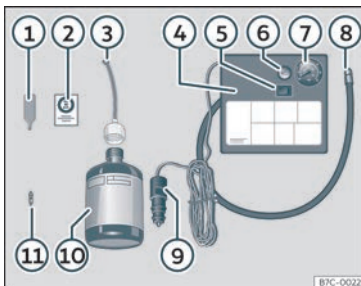

Fig. 38 Representació estàndard: contingut del joc antipunxades.
>>> **fig. 38:**
- Desenrosqueu el caputxó i l'obús de la vàlvula del pneumàtic. Utilitzeu l'aparell >>> **fig. 38** ① per extreure l'obús. Poseu-lo en una superfície neta.
- Sacsegeu amb força l'ampolla de segellador de pneumàtics >>> **fig. 38** ⑩.
- Enrosqueu el tub d'inflament >>> **fig. 38** ③ a l'ampolla de segellador. El precinte de l'ampolla es trencarà automàticament.
- Traieu el tap del tub d'ompliment >>> **fig. 38** ③ i caragoleu l'extrem obert del tub a la vàlvula del pneumàtic.
- Torneu a posar l'obús amb l'aparell >>> **fig. 38** ① a la vàlvula del pneumàtic.
- Enrosqueu el tub d'inflament del pneumàtic del compressor >>> **fig. 38** ⑧ a la vàlvula del pneumàtic.
- Comproveu que el caragol d'evacuació d'aire està tancat >>> **fig. 38** ⑥.
- Fixeu el connector >>> **fig. 38** ⑨ a la presa de corrent de 12 volts del vehicle >>> pàg. 157.
- Connecteu el compressor d'aire amb comutador ON/OFF»» **fig. 38 ⑤**.
- Enganxeu l'adhesiu»» **fig. 38 ②** al quadre d'instruments, dins del camp visual del conductor.
Torneu a enroscar el tub d'inflament »» **fig. 38 ⑤** i comproveu la pressió en el manòmetre **⑥**.